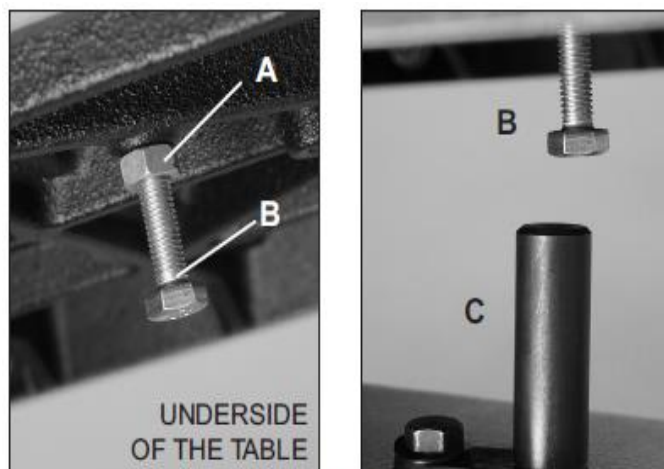

Рис. 12
1. Сначала ослабьте стопорную гайку болта (#7В) Рис. 12, А.
3. Отрегулируйте болт (рис. 12, В) вверх или вниз до тех пор, пока он не войдет в контакт с блоком фиксации угла поворота стола (#107А) Рис. 12, С. Снова затяните стопорную гайку, убедившись, что заданный угол наклона стола соблюден.